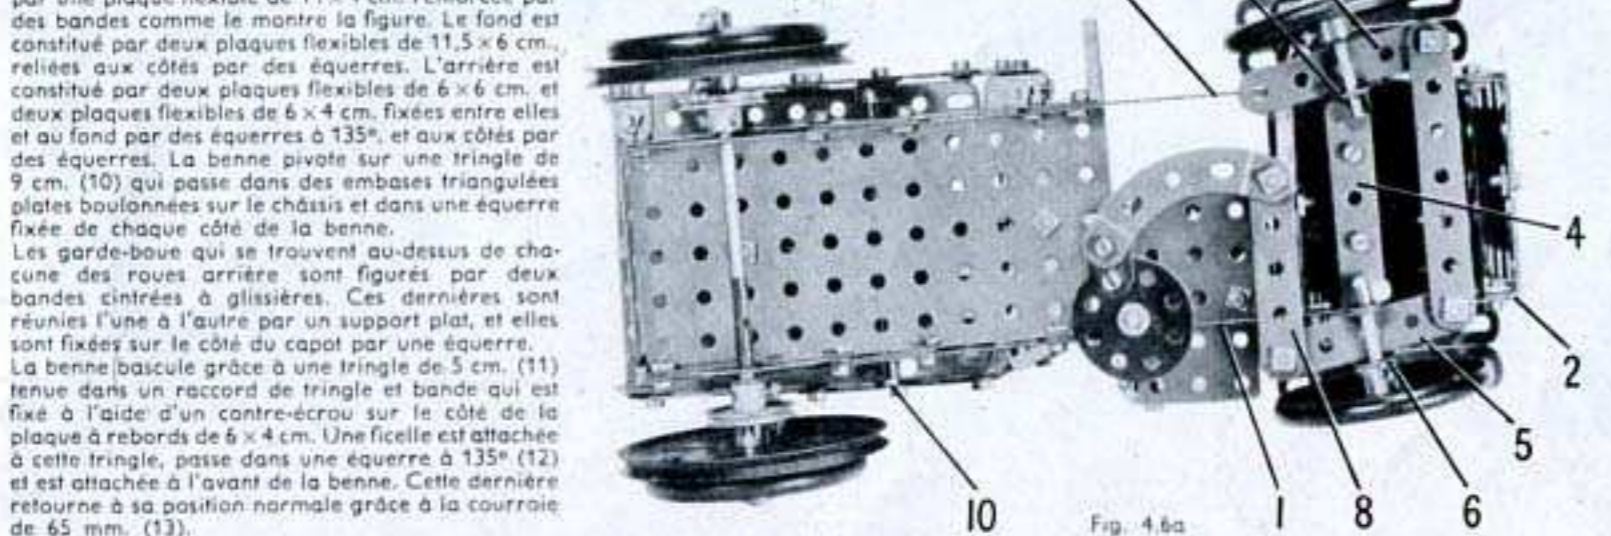

Fig. 4.6a
Une bande de 7 trous (4) (Fig. 4.6a) est boulonnée sur une bande coudée de 60 x 12 mm. fixée sur les bandes (1). Les bandes de 5 trous (5) passées dans les supports doubles (6) sont libres de pivoter sur des boulons de 9,5 mm., articulés sur la bande (4) par contre-écrou. Les bandes (5) sont réunies l'une à l'autre par une bande de 7 trous tenue par des boulons munis de contre-écrous. Deux roues d'auto sont bloquées sur des tringles de 4 cm. qui passent dans les supports doubles (6).